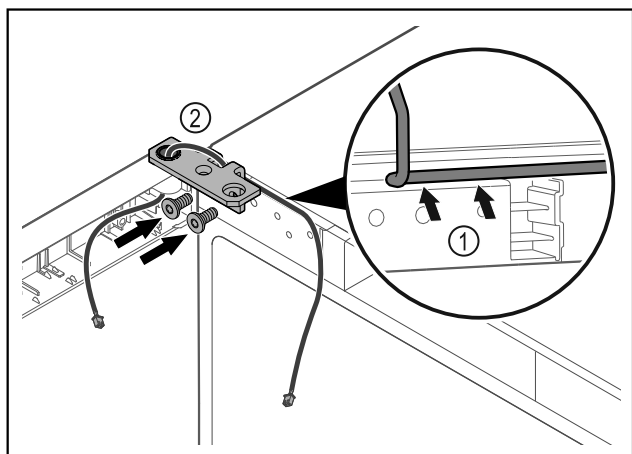

Fig. 38
- Dirijați cablul prin degajarea colțarului balamalei și dispuneți-l cu precauție Fig. 38 (1).
- Înșurubați Fig. 38 (2) colțarul balamalei.